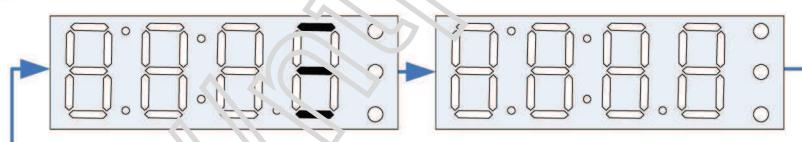

Рис. 13 – Индикация режима «Самоконтроль».
2.3.7 Продолжительность режима «Самоконтроль» составляет не более 3 минут. В процессе прохождения режима «Самоконтроль» периодически зажигаются три сегмента младшего разряда индикатора, как показано на Рис. 13.